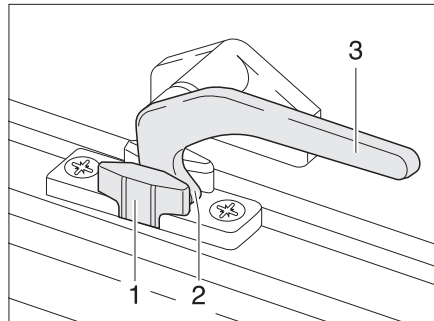

Bild 36 Verriegelungshebel in Stellung "Dauerbelüftung"
- in Stellung "Dauerbelüftung" (Bild 36)
- Den Verriegelungshebel (Bild 36,3) eine viertel Umdrehung zur Fenstermitte hin drehen.
- Den Verriegelungshebel wieder zurückdrehen. Die Verriegelungsnase (Bild 36,2) dabei in die Aussparung der Fensterverriegelung (Bild 36,1) einfahren.